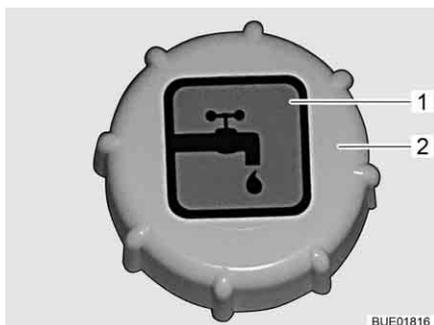

Bild 226 Verschlussdeckel für Trinkwasser-Einfüllstutzen
Der Trinkwasser-Einfüllstutzen ist mit dem Symbol "☰" (Bild 226,1) gekennzeichnet.
- Verschlussdeckel (Bild 226,2) entgegen dem Uhrzeigersinn drehen und abnehmen.